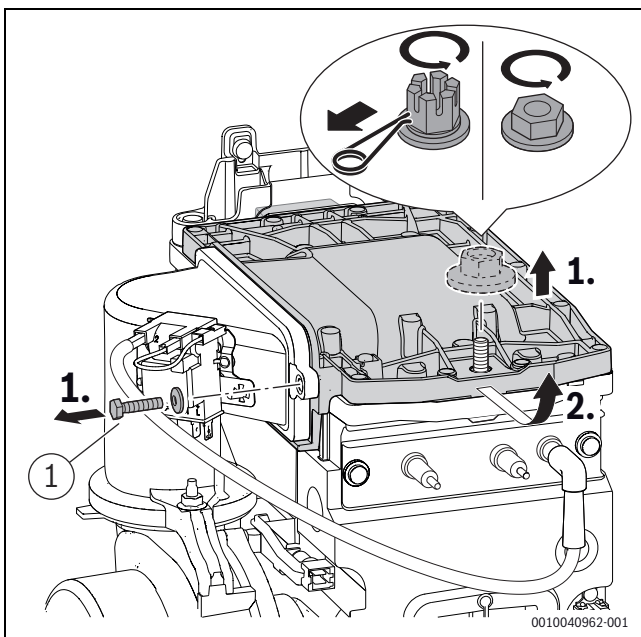

Bild 59 Brennerdeckel ausbauen
- ▶ Schraube ([1], Bild 59) am Brennerdeckel mit 5,5+0,5 Nm festziehen.